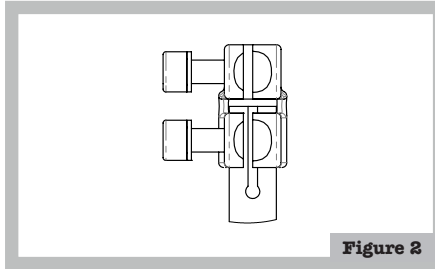

Figure 2
- Installez les fixations inférieures gauche et droite sur le porte-bagages. L'extrémité au diamètre le plus important de la fixation s'adapte au bas du porte-bagages - graissez le trou intérieur de chaque fixation, et tapez sur chaque fixation à l'aide d'un maillet pour la mettre en place sur le porte-bagages. Les fixations doivent être disposées de façon à ce que les têtes des vis soient orientées à l'écart de la roue une fois le porte-bagages installé. Les fentes des fixations doivent être alignées sur les fentes du porte-bagages (figure 2).